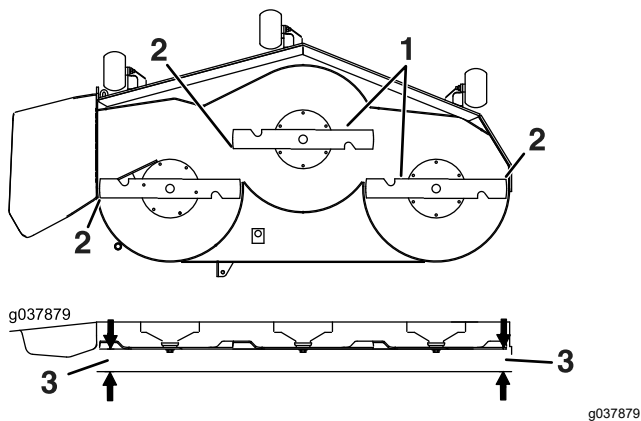

Рисунок 81
6. Измерьте расстояние от конца ножа до плоской поверхности (Рисунок 81). Если результаты обоих измерений отличаются более чем на 5 мм, отрегулируйте выравнивание по горизонтали; продолжайте выполнять эту процедуру.
14. Осторожно поверните ножи, чтобы расположить их в поперечном направлении (**Рисунок 81**).